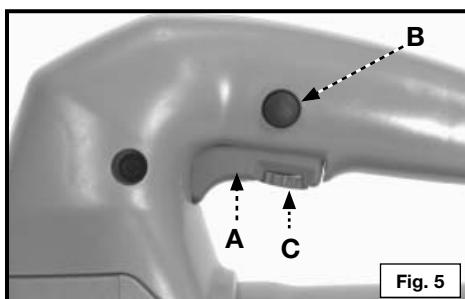

Fig. 5
1. Appuyer sur la gâchette, (A) Fig. 5, pour mettre le moteur en marche. Relâcher la gâchette pour arrêter le moteur.
2. Bouton de verrouillage - Un bouton de verrouillage, (B) Fig. 5, permet de maintenir la scie en « MARCHE » au régime maximum sans avoir à appuyer continuellement sur la gâchette. Pour verrouiller la gâchette à plein régime, serrer la « GÂCHETTE » à fond, pousser le bouton de verrouillage et relâcher la « GÂCHETTE ».
Cette scie est équipée d'une commande réglable de vitesse variable, et la plage de vitesses est de 500 à 3100 SPM. Le régime se règle en tournant le cadran de commande (C) Fig. 5. La commande de régime peut être réglée avec le moteur en marche ou à l'arrêt.